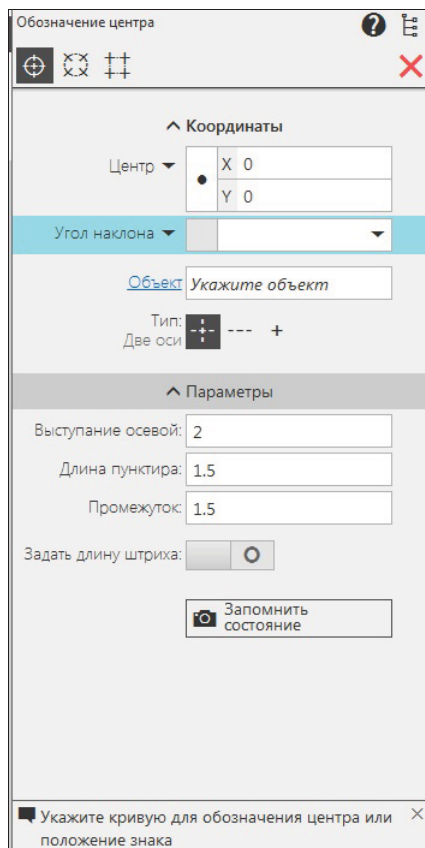

Рис. 13.15. Панель **Параметры: Обозначение центра**
- ◆ нажмите на кнопку **Обозначение центра** на панели **Обозначение**. На панели **Параметры: Обозначение центра** (рис. 13.15) в **Заголовке** имеются еще две команды: